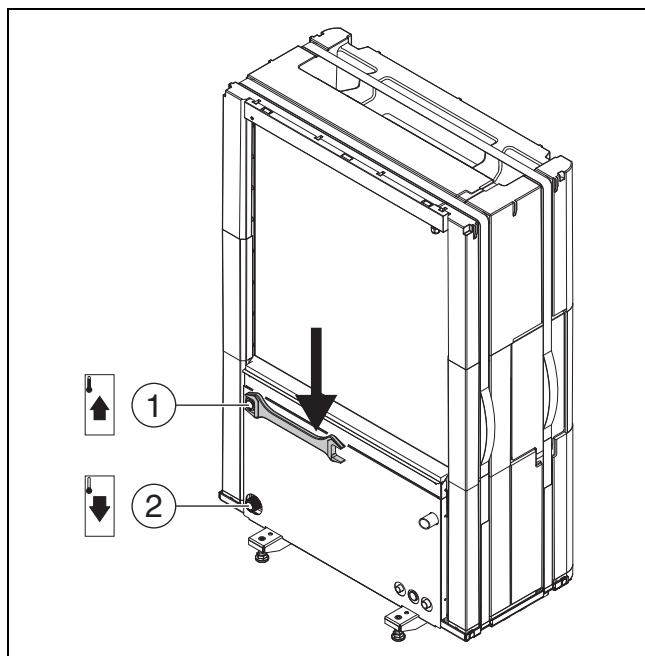

Bild 12 Anschlüsse der Wärmeträgerrohre, gültig für alle Größen
- Vorlauf zur Inneneinheit am Wärmeträgerausgang der Wärmepumpe anschließen (→ [1], Abb. 12).
- Rücklauf von der Inneneinheit am Wärmeträgereingang der Wärmepumpe anschließen (→ [2], Abb. 12).
- Anschlüsse der Wärmeträgerrohre mit einem Anzugsmoment von 120 Nm anziehen. Die Kraft nach unten richten (→ Abb. 12), um eine seitliche Belastung des Kondensators zu vermeiden. Wenn der Anschluss nicht richtig dichtet, kann die Verbindung mit einem Anzugsmoment von bis zu 150 Nm angezogen werden. Wenn der Anschluss nach wie vor nicht dicht ist, weist dies auf eine Beschädigung der Dichtung oder des angeschlossenen Rohrs hin.